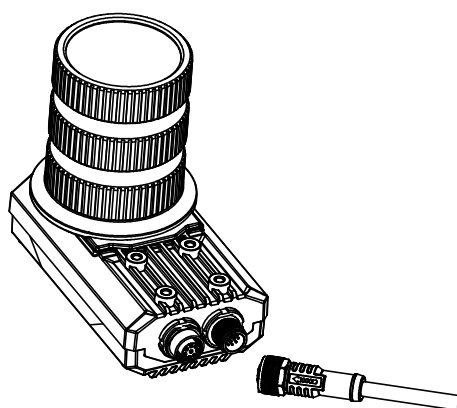

图2-4 I/O 接口接线
3. 使用电源及 I/O 线缆按照正确的接线方法接在合适的开关电源上，并连接设备，如图 2-4 所示。设备接线请参考 1.4 电源及 I/O 接口定义章节。